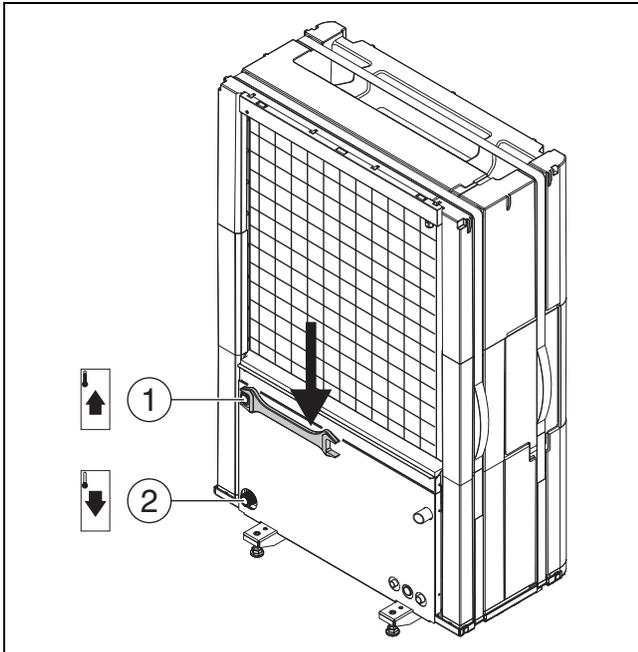

Fig. 18 Raccordements des tuyaux de fluide caloporteur, valables pour toutes les tailles
- ▶ Raccorder le départ de l'unité intérieure à la sortie de fluide caloporteur de la pompe à chaleur (→ [1], fig. 18).
- ▶ Raccorder le retour de l'unité intérieure à l'entrée de fluide caloporteur de la pompe à chaleur (→ [2], fig. 18).
- ▶ Serrer les raccords des tuyaux de fluide caloporteur à un couple de serrage de 120 Nm. Orienter la force vers le bas (→ fig. 18) pour éviter la charge latérale du condenseur.